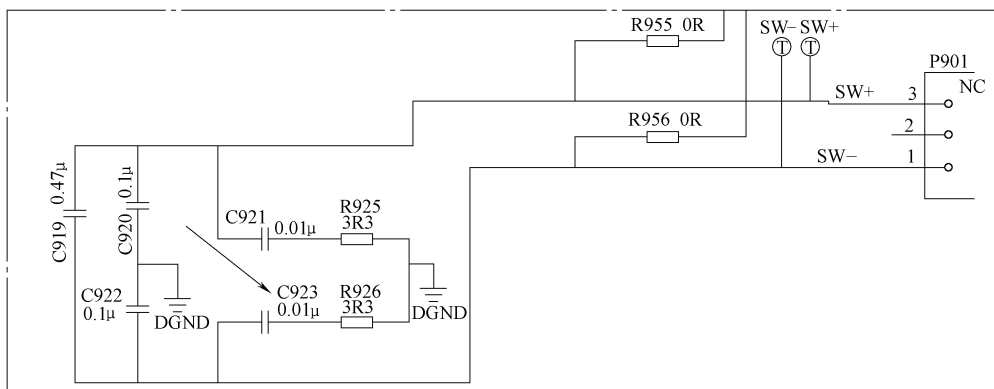

图 5-29 电容 C923 相关电路截图
- 3) 电容 C923 相关电路截图如图 5-29 所示。